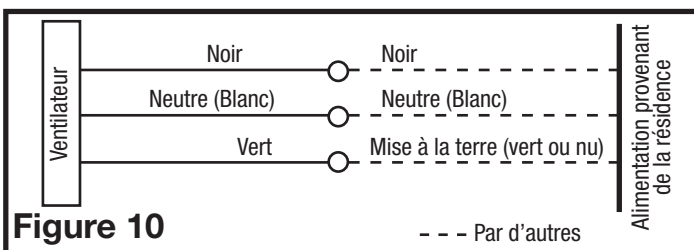

Figure 10
2. De là où vous avez accès à l'intérieur de la boîte de jonction du ventilateur, connecter le fil Blanc provenant de la résidence au fil Blanc du réceptacle du ventilateur. Connecter le fil Noir de l'interrupteur mural au fil Noir du réceptacle du ventilateur. Connecter le fil de mise à la terre provenant de la résidence au fil Vert du réceptacle du ventilateur (Figure 10). Utiliser des méthodes approuvées pour toutes les connexions.